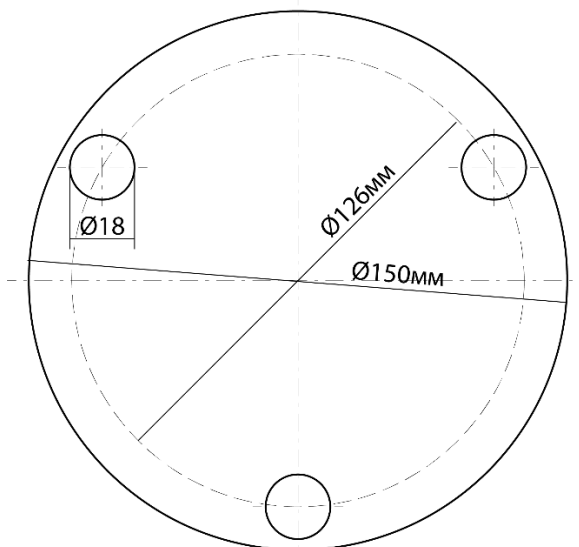

Рис. 1 Основание светильника
3. Установите основание светильника на монтажной поверхности и закрепите его при помощи болтов (Рис. 1).